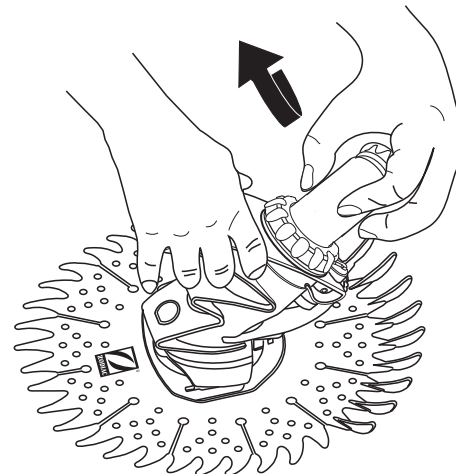

Figura 13
5. Asegúrese de que el tubo de extensión se mueva libremente haciéndolo girar. (Ver Figura 13).